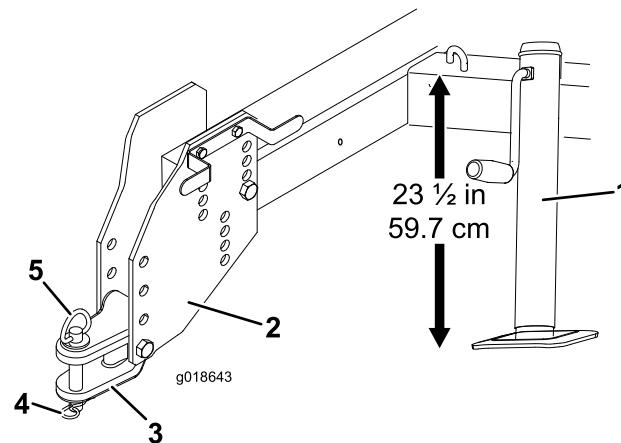

図 3
3. ジャッキを操作して、フレーム上部から床面までの高さが 59.7 cm になるように調整する図 3。
- ヒッチトングをヒッチプレートに固定しているボルトとロックナット複数を外す図 3。
6. ヒッチピンとリンチピンを使って、ヒッチトングをトラクションユニットのヒッチに接続する図 3。